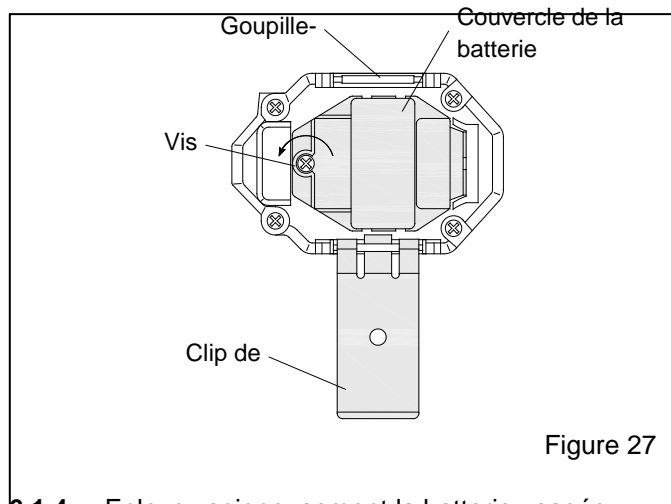

Figure 27
6.1 Remplacement de la batterie au lithium – Figures 27 et 28
6.1.2 Sur la partie arrière du contrôleur, retirez clip de fixation de la goupille-ressort et soulevez le couvercle du compartiment à batterie comme illustré sur la figure 27.